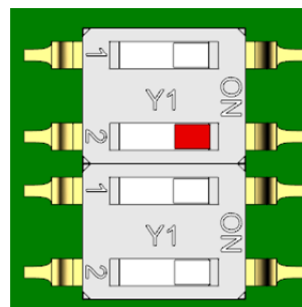

Abb. 5: 2-Drahtbetrieb
- ▶ Schieben Sie den *DIP-Schalter 2* oben in die Position ON (Abb. 5).